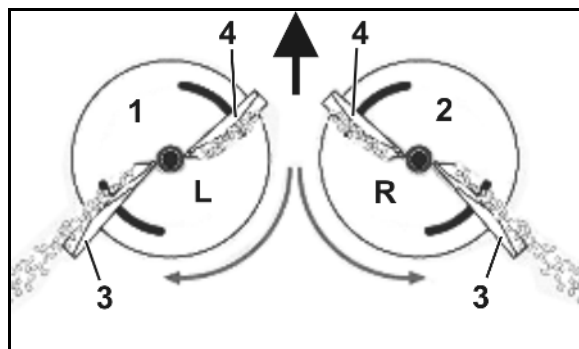

Рис. 37
- левый распределяющий диск (Рис. 37/1) с маркировкой **L**.
- правый распределяющий диск (Рис. 37/2) с маркировкой **R**.
- Длинная (Рис. 37/3) - шкала настройки со значениями от 35 до 55.
- Короткая (Рис. 37/4) – шкала настройки со значениями от 5 до 28.